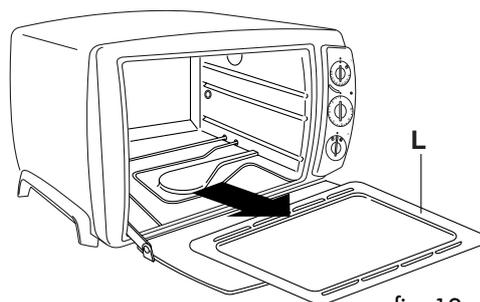

fig. 12
Extraiga la bandeja recolectora de migas (L) tirando hacia usted (vea la fig. 12). Si la operación resultase complicada, humedezca las partes externas de la bandeja. Elimine la posible suciedad con un paño húmedo.